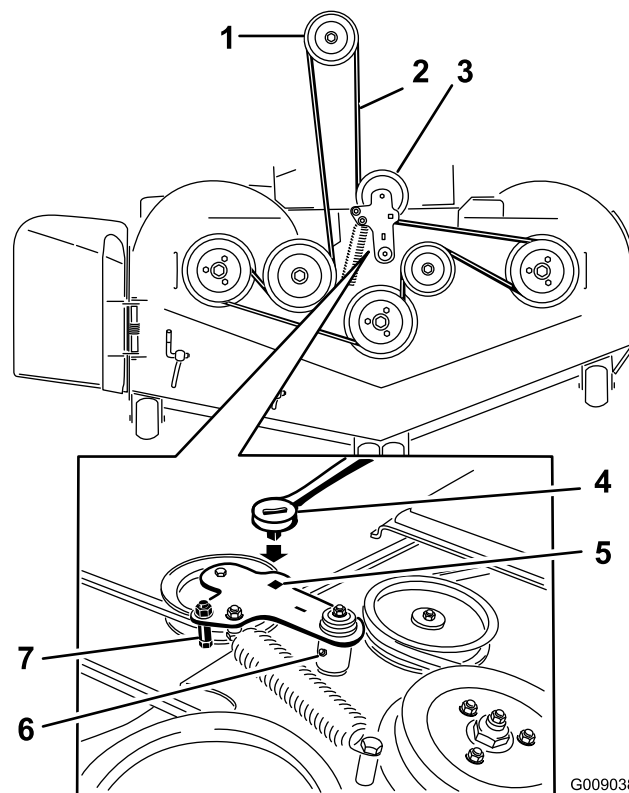

Figura 81
5. Utilice una llave de carraca en el taladro cuadrado del brazo tensor para aliviar la tensión del muelle tensor (Figura 81).
7. Instale la guía de la correa en el brazo tensor tensado con muelle (Figura 81).
9. Pase la correa nueva alrededor de las poleas del cortacésped y de la polea del embrague, debajo del motor (Figura 81).
10. Instale la guía de la correa en el brazo tensor (Figura 81).
11. Utilizando la llave de carraca en el taladro cuadrado, instale el muelle tensor (Figura 81).